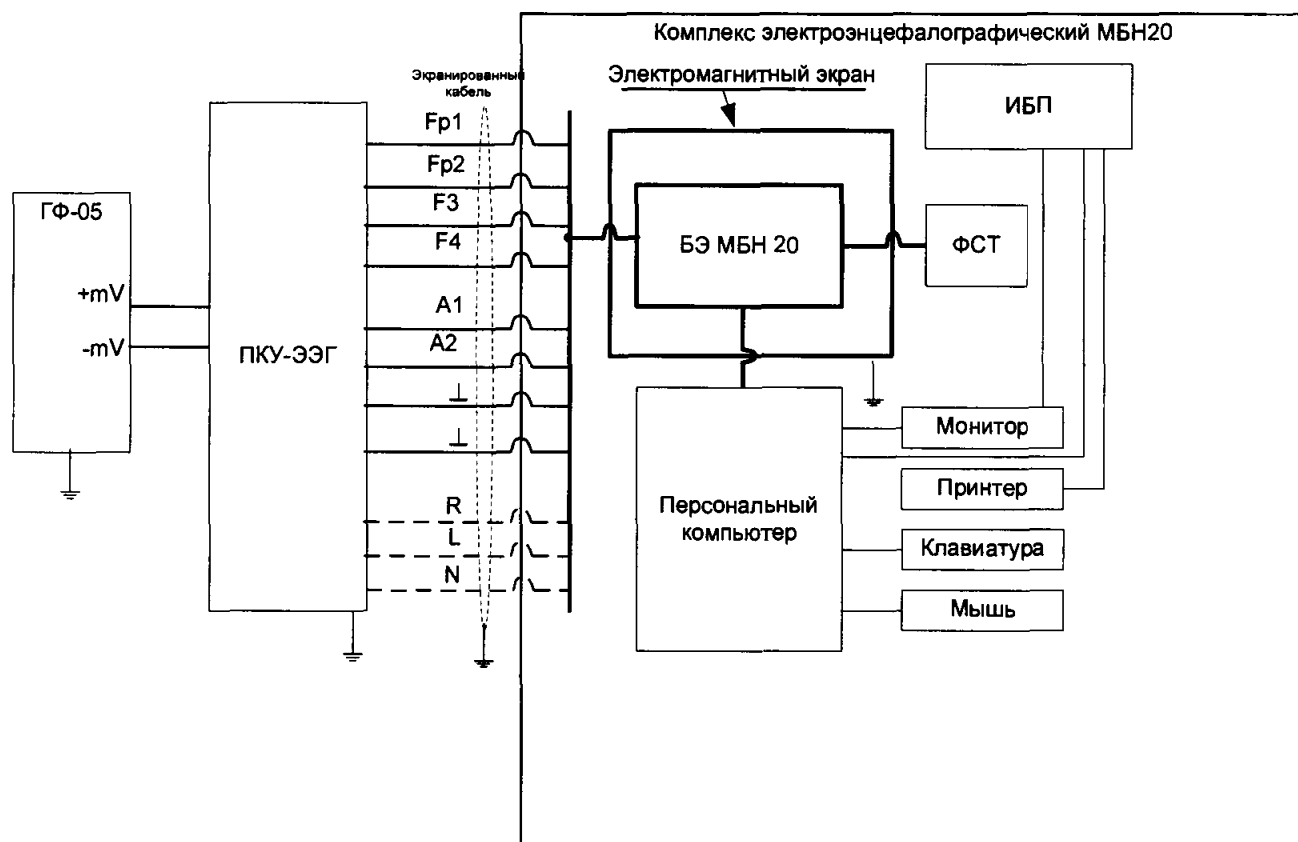

Рисунок 13 – Схема соединения приборов при определении метрологических характеристик комплекса
6.2.3 Собирают схему поверки параметров комплекса (рисунок 13).